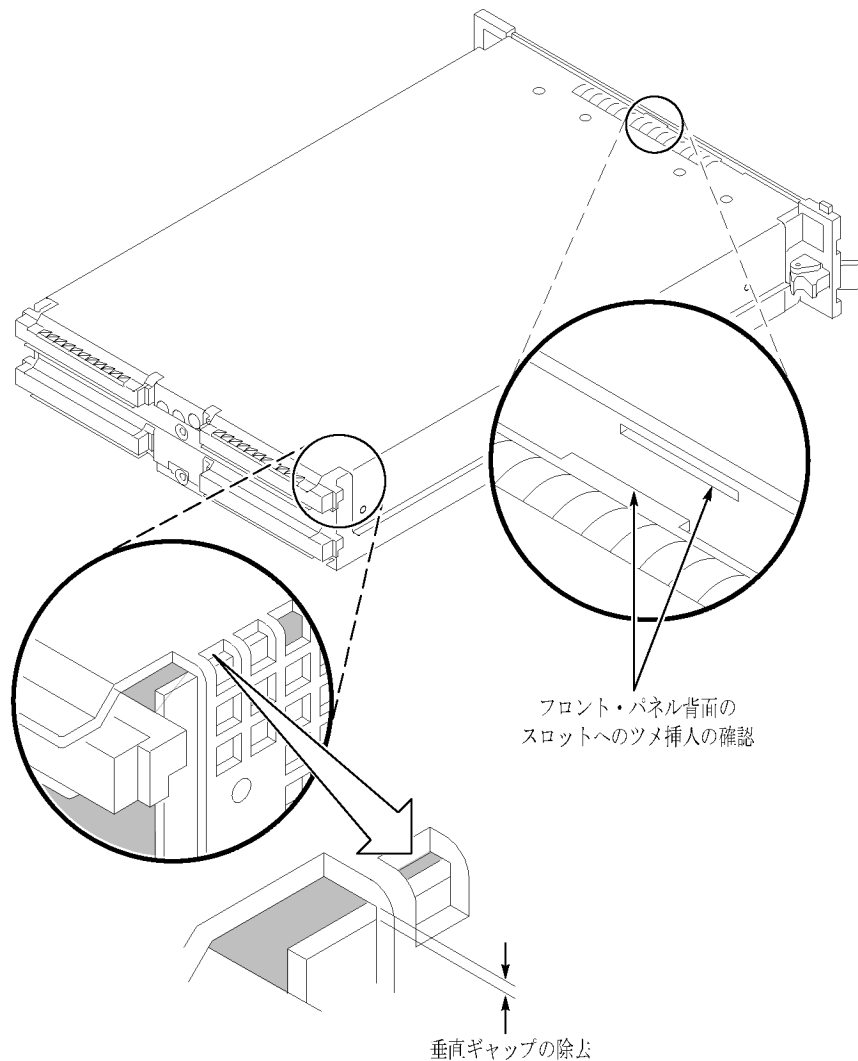

図 54: カバーをシャーシに取り付ける
6. カバーの前面の端のタブがフロント・サブパネルの後部に挿入されるように、カバーを前に押し込みます。カバーが完全に固定され、前後のシャーシのフランジに隙間がないことを確認します。(70 ページの 図 54 参照)。